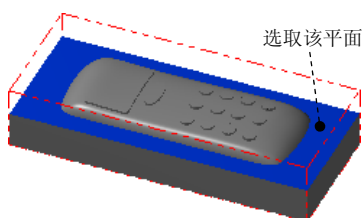
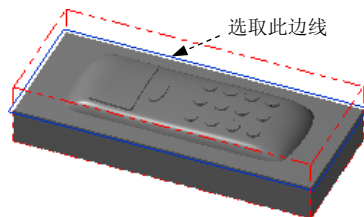

图 24.4 定义参考面
图 24.5 绘制矩形边界
Step1. 绘制矩形边界。单击顶视图  按钮, 选择 **C 绘图**  **B 边界盒** 命令, 选取图 24.4 所示的面, 在 **延伸** 区域的 **X** 文本框中输入 2, 在 **Y** 文本框中输入 2, 结果如图 24.5 所示。(详细过程参照录像)
(2) 设置加工边界。在 **边界范围** 区域中单击  按钮, 系统弹出“串连选项”对话框。在图形区中选取图 24.5 所绘制的边线, 单击  按钮, 系统返回至“刀具路径的曲面选取”对话框。